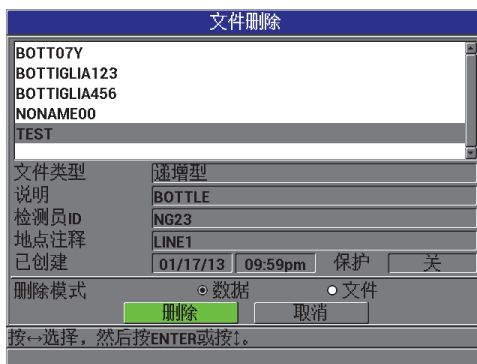

图 7-12 文件删除屏幕
2. 在文件删除屏幕中（参见第 117 页的图 7-12），从列表中选择要删除的文件。